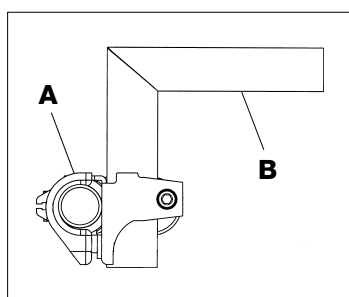

fig. 1
2. Dans cette même position, installer le manchon "A" et l'étrier "B" (voir fig. 1).